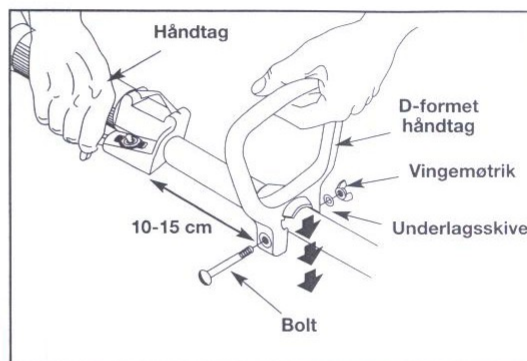
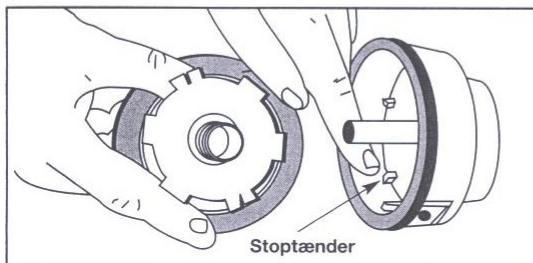

Fig. 1
Fig. 13
1. Det D-formede håndtag placeres 10-15 cm fra håndtaget. Det føres ned mod røret, så det hælder hen mod motoren (Fig. 1).
3. Samtidig med at apparatet holdes i kørselsstilling (Fig. 13), anbringes D-håndtaget på det sted, hvor det ligger bedst i hånden, hvorefter vingemøtrikken strammes til (Fig. 1).
5. Der checkes for slid på stoptænder på ind- og udvendig spole (Fig. 13). Om nødvendigt fjernes tilbageværende rester, eller der foretages udskiftning af spoler.